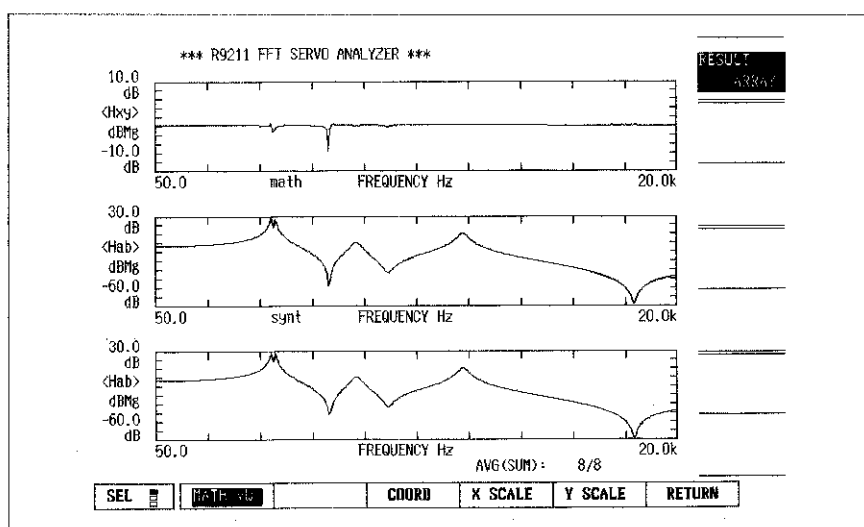

図12-30 X/Y の演算による比較
- (9) 演算結果を表示して下さい（図12-30 参照）。